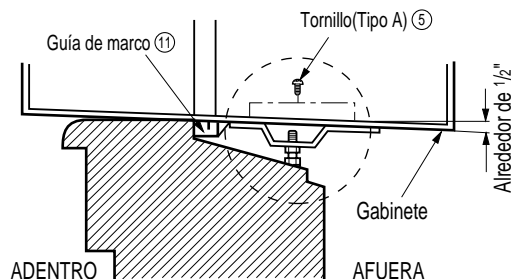

Fig. 4
4. Seleccione la posición en la que colocará el soporte del dintel ② cerca del punto más externo del dintel. (Ver Fig. 4)
**NOTA:** Tenga cuidado cuando instala el gabinete (las guías de marcos ⑪ se rompen fácilmente).
5. Agregue el soporte del dintel ② al hueco de la guía del gabinete según la posición seleccionada usando 2 tornillos tipo A ⑤ en cada soporte (Ver Fig. 4).